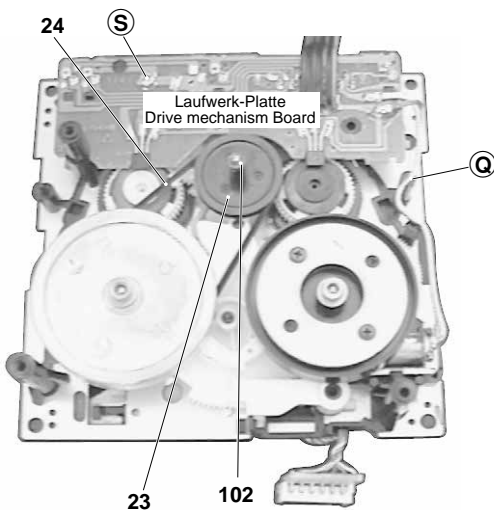

Fig. 10
- Schraube (S) herausdrehen (Fig. 10).
- Undo screw (S) (Fig. 10).
- Scheibe 102 und Riemenscheibe 23 abziehen (Fig. 10).
- Pull off the washer 102 and the pulley 23 (Fig. 10).